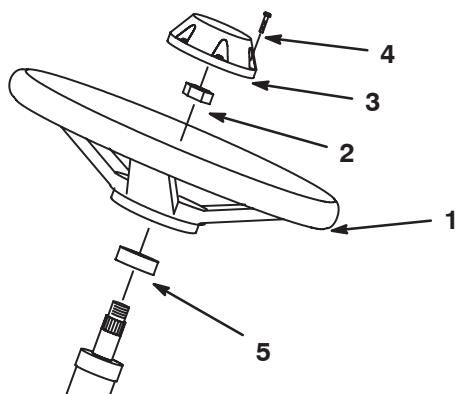

Figure 5
2. Retirez l'écrou de blocage de l'arbre de direction. Glissez le joint en mousse et le volant sur l'arbre de direction (Fig. 5).
4. Fixez le couvre-moyeu au volant avec une vis (Fig. 5).